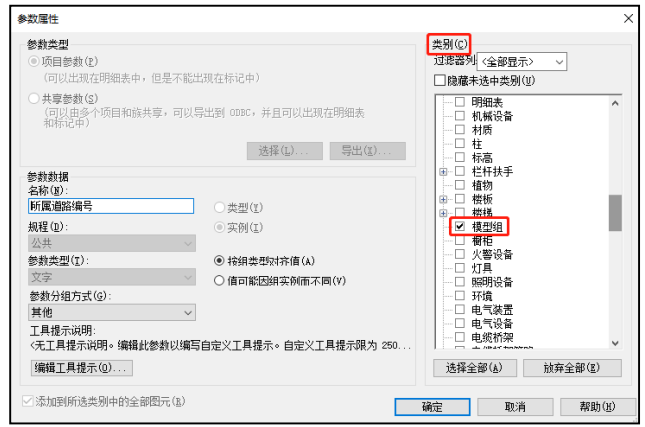

图 3.3.2-7
(3) 按表 3.3.2-2 要求输入交叉口属性信息，如图 3.3.2-8 所示。